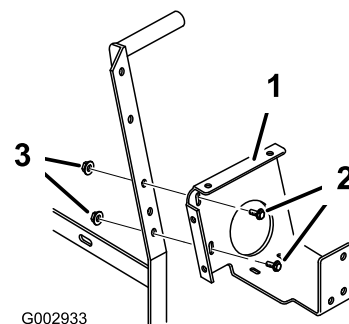
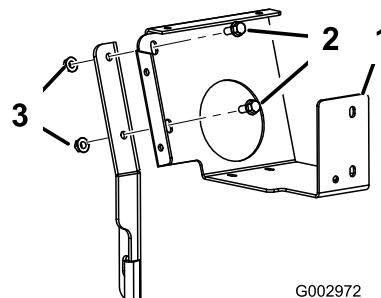

Figure 26
Figure 27
- Montez le support du boîtier de commande sur le support de rampe ou le support du boîtier de commande, selon le cas, (Figure 26 ou Figure 27) au moyen de 2 boulons à embase (5/16 x 3/4 pouce) et 2 écrous à embase (5/16 pouce).